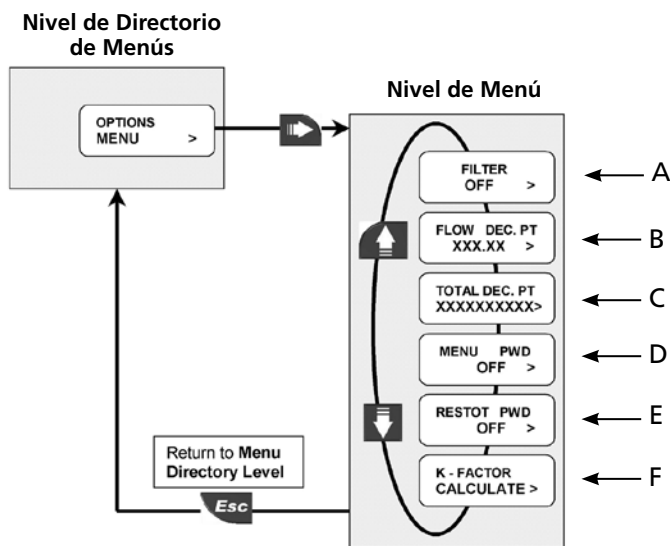

Figura 17 – Menú de Opciones
1. Para seleccionar el nivel promedio de respuesta del LCD, salida y relé (consulte la Figura 17, A).
2. Para ver la posición del punto decimal del caudal (consulte la Figura 17, B).
3. Para ajustar la posición del punto decimal del totalizador (consulte la Figura 17, C).
4. Para ACTIVAR O DESACTIVAR la protección de contraseña para entrar a los Niveles de Menú (consulte la Figura 17, D).
5. Para ACTIVAR O DESACTIVAR la protección de contraseña para reponer el totalizador (consulte la Figura 17, E).
6. Para realizar el cálculo automático del Factor K (consulte la Figura 17, F).